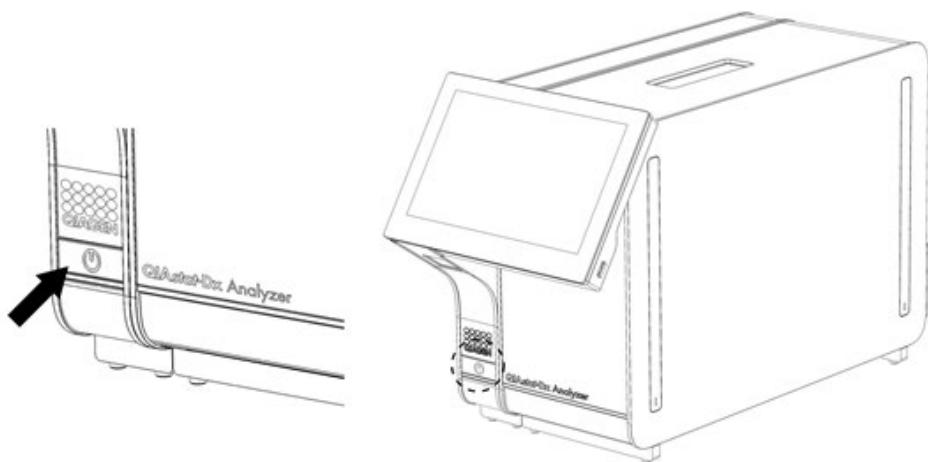

Abbildung 22 Drücken der On/Off- (Ein/Aus)-Taste, um das Gerät zu starten.
1. Drücken Sie die On/Off- (Ein/Aus)-Taste an der Vorderseite des QIAstat-Dx Analyzer 2.0, um das Gerät zu starten (Abbildung 22).